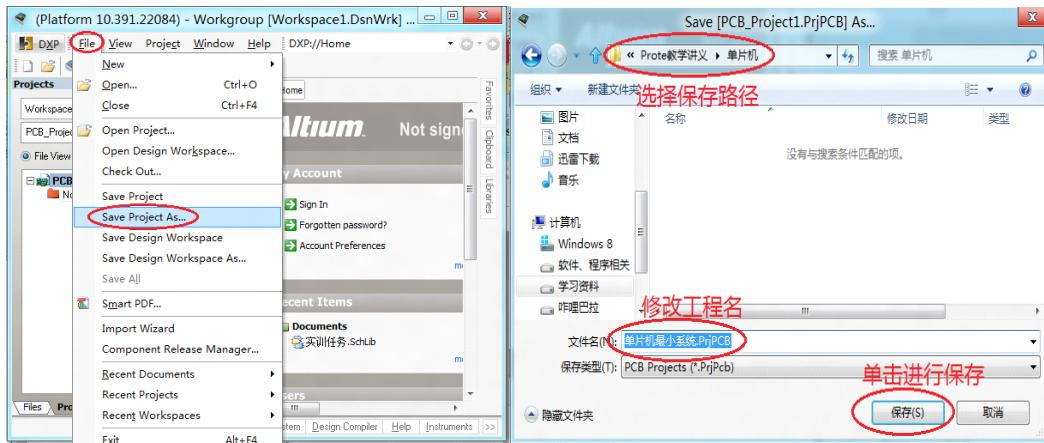

图 6-6.10 保存工程
**Step3:** 保存工程文件到 Step1 中新建的文件夹，将其工程命名为“单片机最小系统”。具体操作如下：选择菜单命令【File】/【Save Project As...】，在弹出的对话框中找到 Step1 中新建的文件夹，将文件名改为“单片机最小系统”。如图 6-6.10 所示。